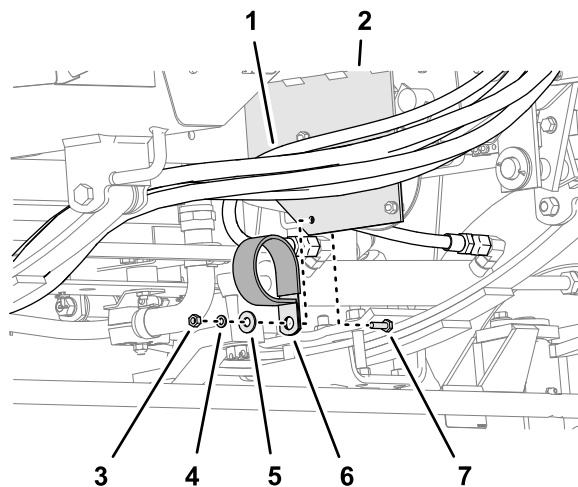

図 63
1. フロアプレートの下で、油圧ホースを支持するクランプをクラッチプレートに固定しているナット (1/4")、ロックワッシャー (1/4")、ワッシャー (3/8 x 7/8")、およびキャップネジ (1/4 x 7/8") を取り外し、クランプを取り外します (図 63)。